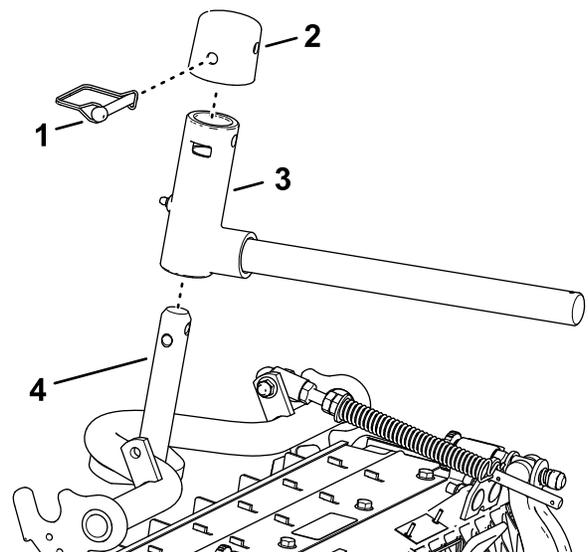

**Bild 25**
1. Entfernen Sie den Klappstecker und die Unterlegscheibe, mit denen der Schwenkbügel am Hubarm befestigt ist und schieben Sie die Welle aus dem Hubarm (**Bild 25**).